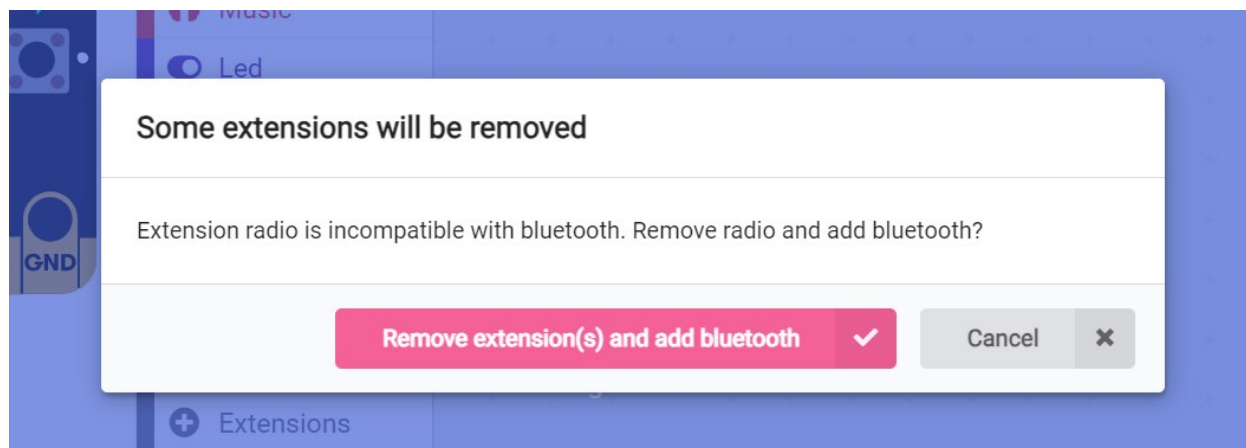

Figure 6: Avertissement concernant les extensions qui seront supprimées
**Note :** Avant d'ajouter le nouveau menu, un/e avertissement/notification s'affiche (Figure 6), informant que l'extension radio est incompatible avec Bluetooth et doit être supprimée. Cliquez sur le bouton **"Remove extension(s) and add bluetooth"** pour confirmer votre choix.